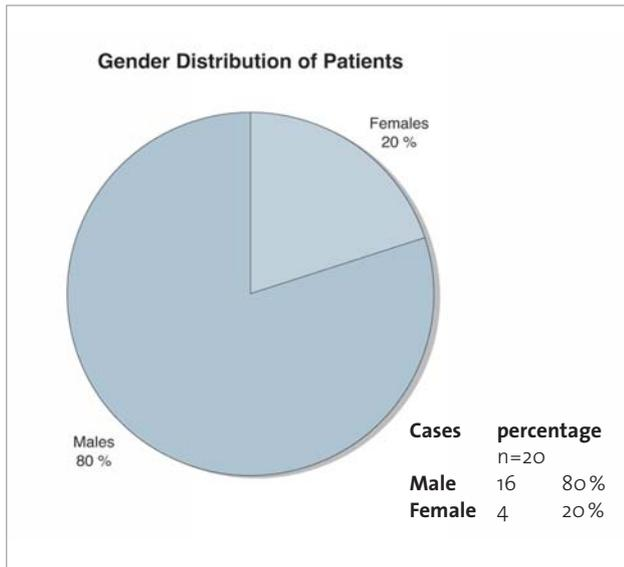

Fig. 4: Gender distributions of patients.
**Abb. 1:** CT-Bild einer Patientin mit akuter Sinusitis maxillaris bei Zustand nach Oberkieferimplantat mit Sinuslift-Operation. – **Abb. 2:** Endoskopischer Befund der linken Kieferhöhle bei Sinusitis maxillaris nach supratubinaler Kieferhöhlenfensterung. – **Abb. 3:** Schematische Darstellung der Feinstruktur der Nasen- und Nebenhöhenschleimhaut. Der Aufbau des Epithels aus sekretproduzierenden Becherzellen und Zilienzellen ist die Grundlage des aktiven Sekrettransportes. Entzündliche Erkrankungen der Nase gehen immer mit einer Veränderung dieser Systeme einher. – **Abb. 4:** Varianten der Anatomie des Siebbeins, der lateralen Nasenwand und der Nasenhaupthöhle.
Als Pathomechanismus für die CRS sind zum einen mechanische Obstruktionen der natürlichen Abflussweg auf Grund von anatomischen Varianten wie z. B. eine starke Deviation der Nasenscheidewand, das Vorliegen einer lufthaltigen mittleren Muschel (sog. Concha bullosa), einer infraorbitalen Zelle (sog. Haller'sche-Zelle) oder einer Agger-nasi-Zelle ursächlich (Abb. 4). Zum anderen können entzündliche Veränderungen der Nasennebenhöhenschleimhaut vorliegen, die als ödematöse Schwellungen der Mukosa in den engen Schleimhautkanälen des Siebbeins einen verzögerten Sekretabfluss bedingen und zum Rückstau entzündlich-infizierten Sekretes führen. Sie verändern sich zu endoskopisch erkennbaren polypoiden Schleimhautschwellungen im mittleren Nasengang und können sich im „Endstadium“ zu einer makroskopisch sichtbaren Polypenbildung entwickeln (Abb. 5a bis c). Diese Polyposis nasi bzw. Siebbeinpolyposis ist Ausdruck einer fortgeschrittenen chronischen Entzündung. Dabei werden nach Stammberger fünf Gruppen der Polyposis unterschieden.7